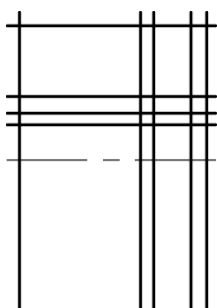

图 14-40 偏移直线
(2) 偏移中心线。单击“默认”选项卡“修改”面板中的“偏移”按钮，将左侧水平中心线向上偏移，偏移的距离分别为 7、9.3、15.5、26.42，将图 14-39 中所示的左边的竖直中心线向左偏移，偏移的距离分别为 3、10.42、15、36.75，并将偏移的直线转换到“轮廓线”图层，效果如图 14-40 所示。